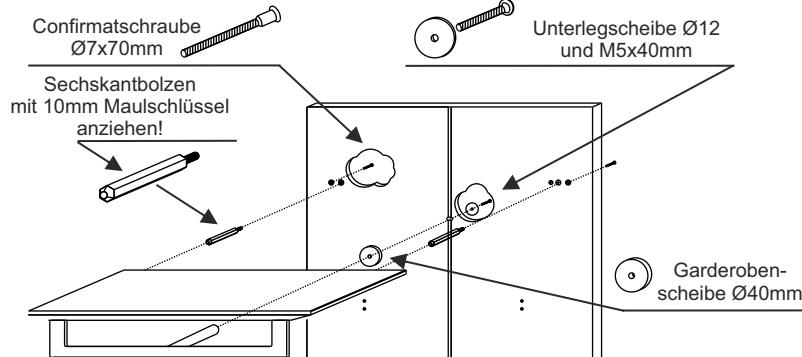

Abb.4
7. Schieben Sie den oberen Ablageboden auf die Sechskantbolzen und verschrauben Sie nun gleichzeitig den Boden und die Garderobenstange mit der Paneelrückwand. (Abb.4)
8. Schieben Sie den unteren Ablageboden auf die Sechskantbolzen und verschrauben Sie Boden und Bodenstütze mit der Paneelrückwand. (Abb.4)